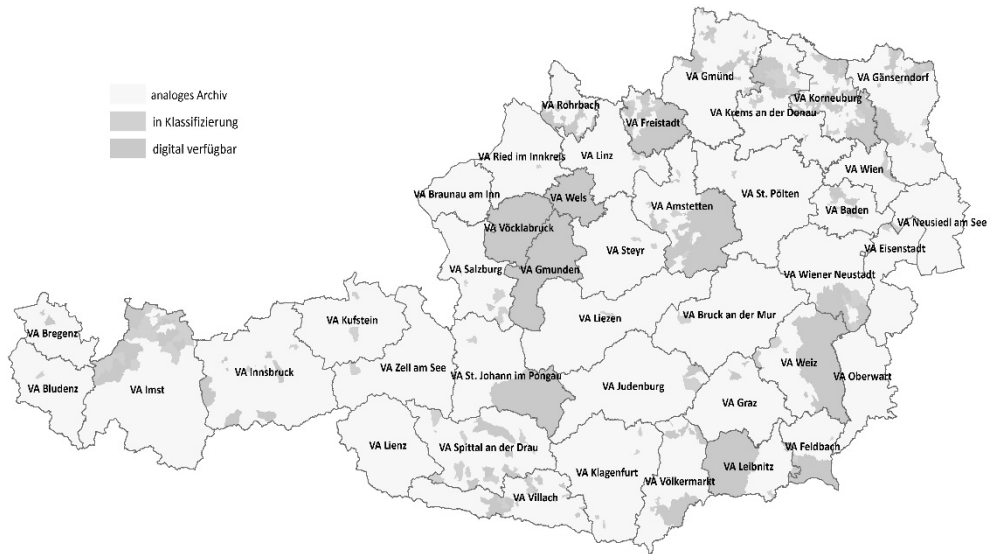

Abb. 2: Überblick der bereits digital verfügbaren Archivpläne (20.04.2016)
Von den 7.850 Katastralgemeinden (KG) sind derzeit 1.356 KGs (432.501 Archivpläne) digital verfügbar, 195 KGs befinden sich in Klassifizierung und 6.299 KGs wurden noch nicht begonnen. Der Umsetzungsstand ist auch in Abbildung 2 ersichtlich (Stand: 20.04.2016). Eine wöchentlich aktualisierte Statusliste kann auf der BEV-Homepage www.bev.gv.at unter „Digitalisierung Katasterarchive“ heruntergeladen werden.